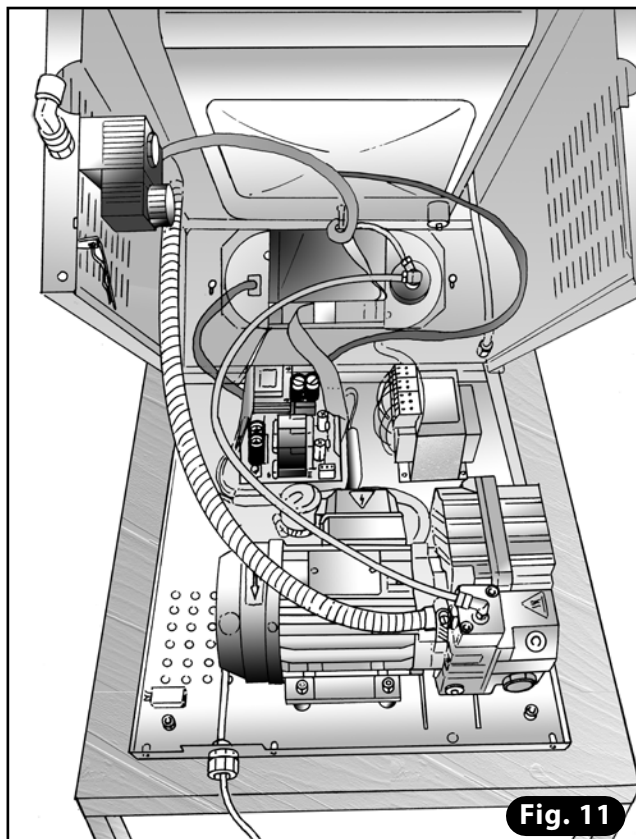

Fig. 11
- 11) Replacer la barre de soudure dans la vasque en faisant attention à la placer correctement dans les contacts électriques (**Fig. 11**).
- 17) Enlever la barre du guide et la replacer sur la base, à son emplacement (**Fig. 11**).